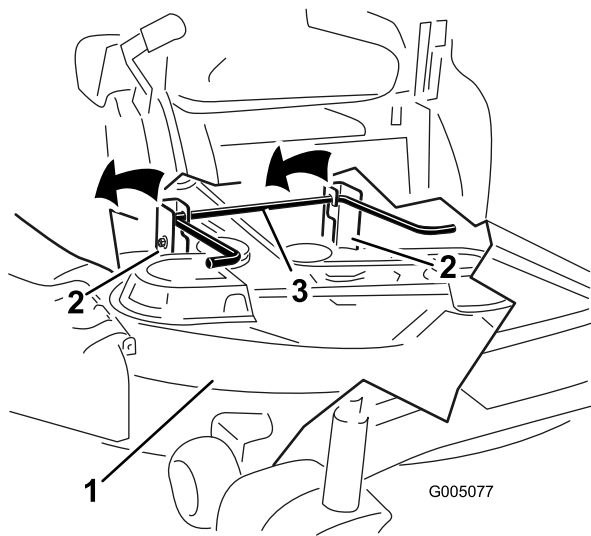

Figure 44
- Soulevez et enlevez le plateau de coupe et les supports de la tige de levage arrière et abaissez la tondeuse au sol avec précaution (Figure 44).
5. Soulevez l'arrière du plateau de coupe et guidez les supports sur la tige de levage arrière (Figure 44).